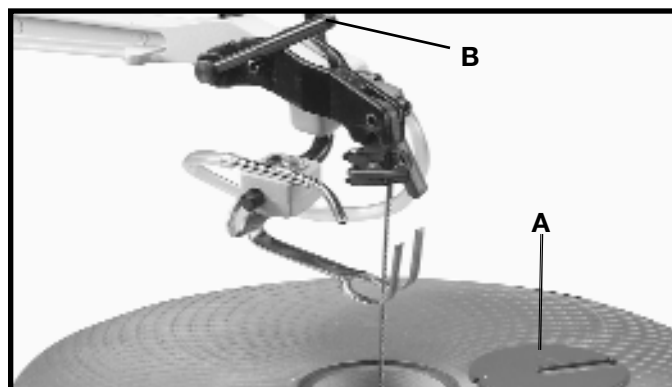

Fig. 22
2. Retirer l'insert de table (A) fig. 22, et relâcher la tension de la lame en tirant le levier de tension (B) vers l'avant, tel qu'illustré.